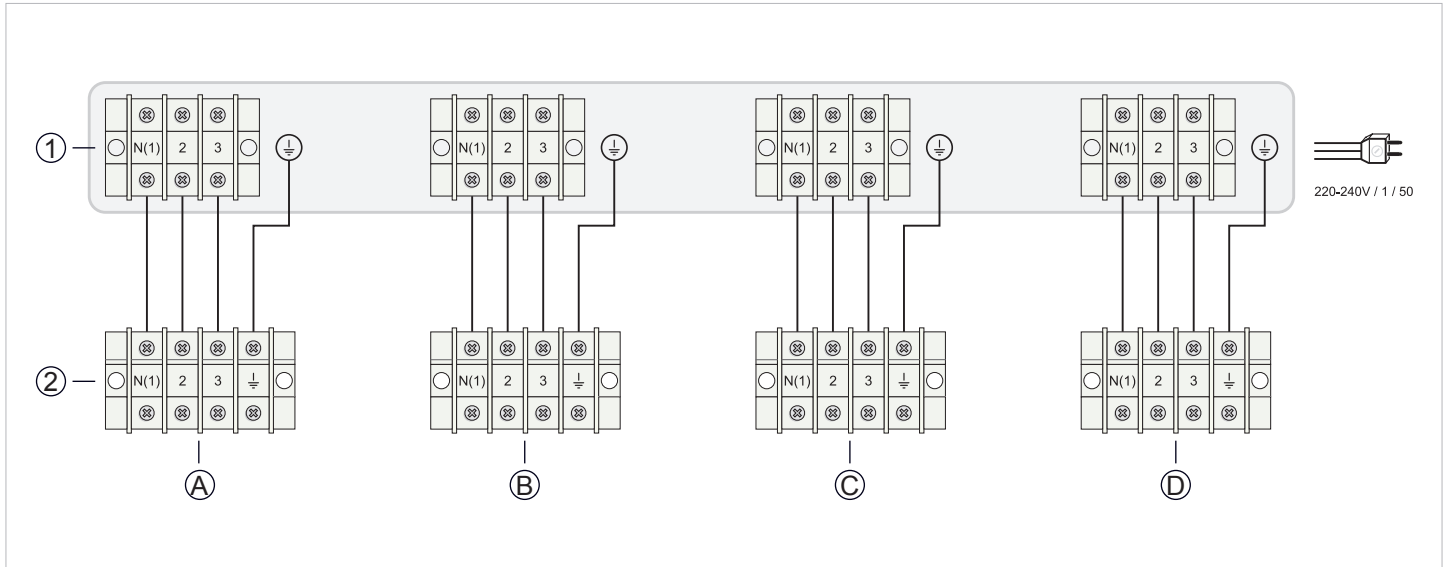

Fig. 11.4 Schéma électrique de branchement entre l'unité extérieure et l'unité intérieure.
- Tirer la conduite électrique vers l'avant depuis la partie arrière de l'unité intérieure (à travers l'orifice prévu à cet effet). Brancher les câbles sur la barrette à bornes de l'unité intérieure en respectant le schéma de branchement correspondant (figures 11.4).